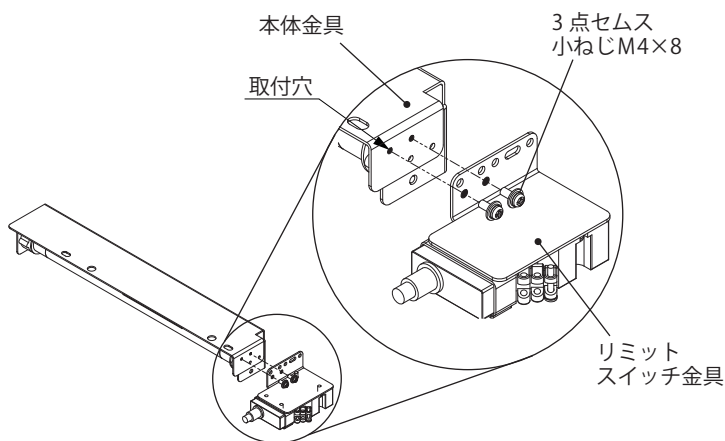

図 9
1. リミットスイッチ金具にある3点セムス小ねじ M4×8 (2か所) を取り外してください。(図 9)
2. 本体金具とリミットスイッチ金具を3点セムス小ねじ M4×8 (2か所) にて取り付けてください。(図 9)